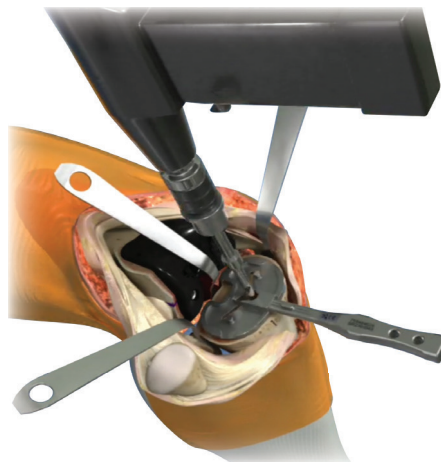

Figura 24a
3. Utilizando la Broca Tibial de 11 mm, agujere a través del canal central de la Prueba Tibial (Figura 24a).